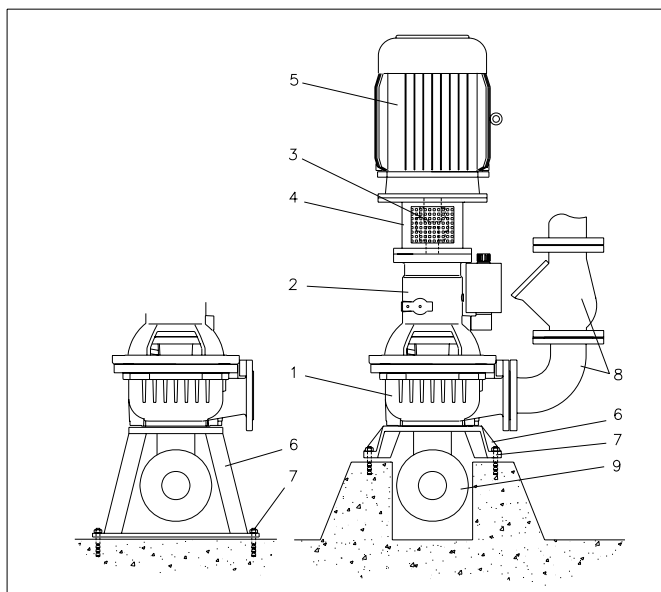

Fig. 7.4
Vertikal oppstilling på fot. Se fig. 7.4.
- Foten forankres til fundamentet ved hjelp av de 4 montasjehullene; se fig. 7.4, pos. 7.